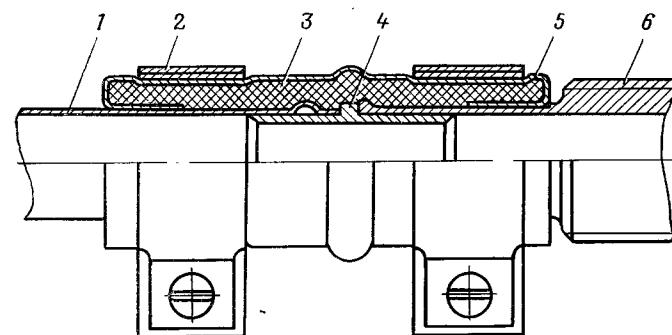

Рис. 19. Дюритовое соединение трубопроводов:
2) Соединение трубопроводов между собой и соединение трубопроводов со штуцерами на дюритовых шлангах (рис. 19).